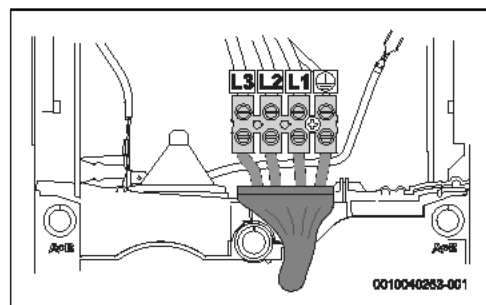

Fig. 98 Raccordement inférieur pour câble court
- Raccordement inférieur pour câble court (fig. 98)